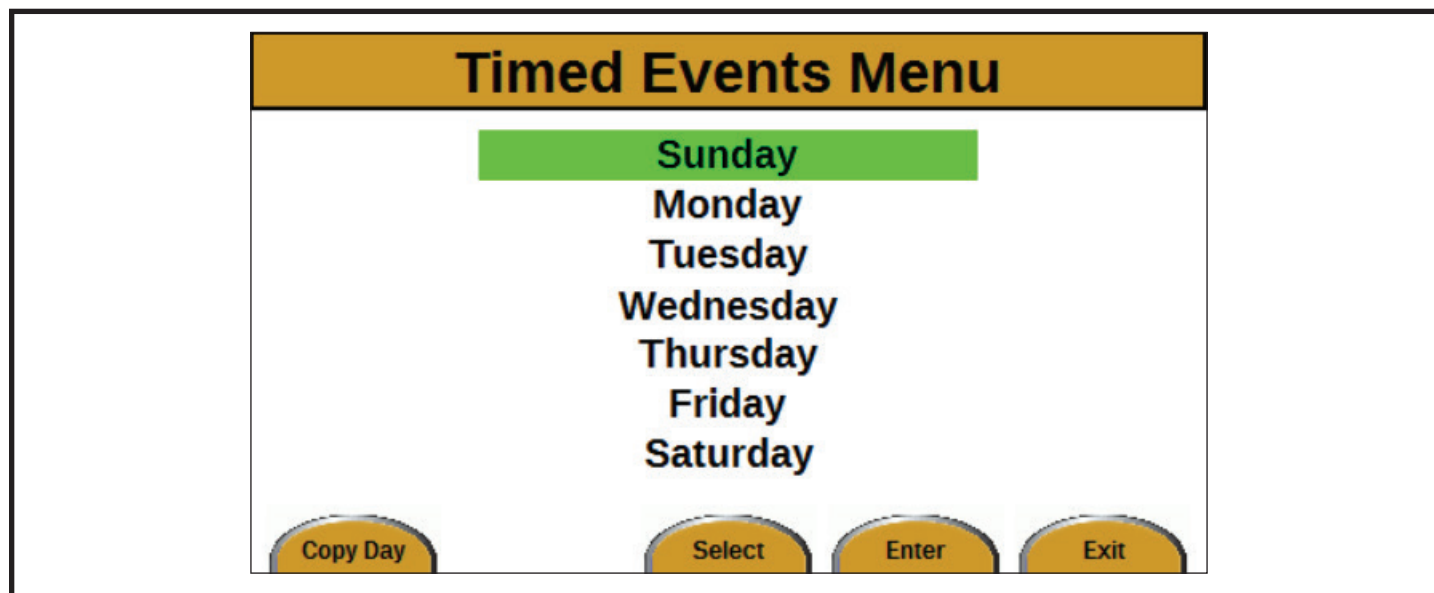

Figure 6
3. Appuyer sur le bouton Enter (Entrer). L'écran Timed Events Menu (Menu des événements planifiés) apparaîtra (see Figure 6).